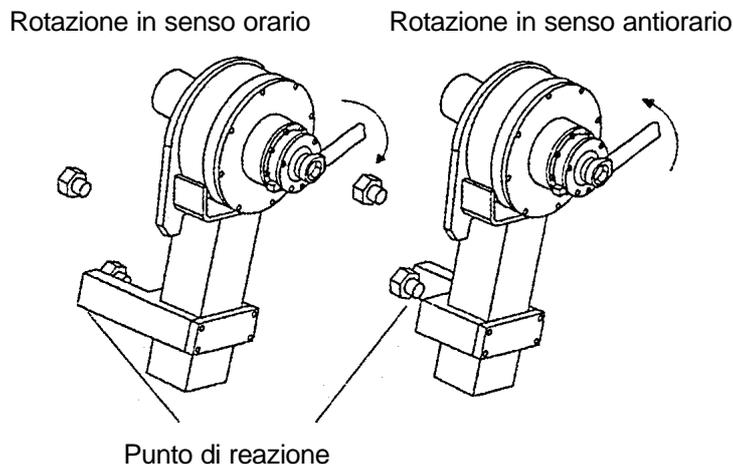

FIGURA 2
Quando il moltiplicatore di coppia è in funzione, il dispositivo di supporto ruota nella direzione contraria del quadro di azionamento d'ingresso e deve appoggiarsi ad angolo retto contro un oggetto fisso oppure una superficie accanto alla vite da serrare (vedere Figura 2).
2. Applicare il moltiplicatore sulla vite, con il dispositivo di supporto accanto al punto di reazione. Vedere Figura 2.